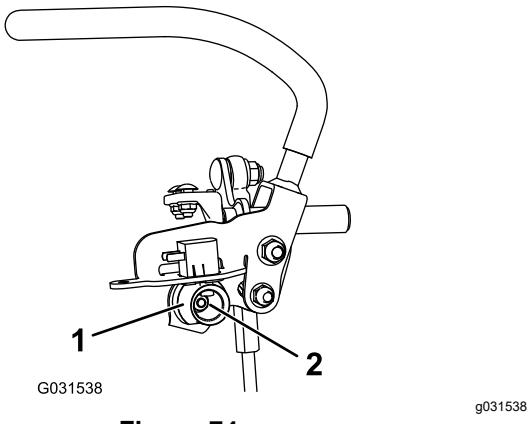

**Figure 73**
3. Abaissez les leviers de commande de déplacement hors de la position de VERROUILLAGE AU POINT MORT (Figure 73).
4. Vérifiez si le levier de commande de déplacement droit s'aligne horizontalement sur le levier de commande de déplacement gauche (Figure 73).